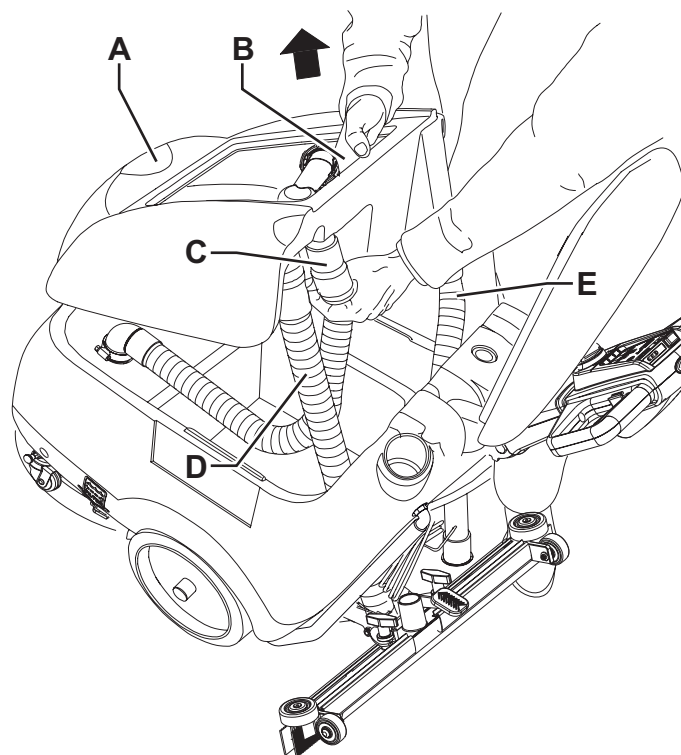

Figure 4
1. Vider le réservoir de l'eau de récupération (27), en procédant comme indiqué au paragraphe «Vidange des réservoirs».
3. Vérifier que la fiche du câble d'alimentation (21) est branchée au réseau électrique.
4. Déconnecter le tuyau d'aspiration (22) de l'embouchure (11).
5. Déconnecter le tuyau de vidange de l'eau de récupération (16) du support correspondant (17).
6. Ouvrir le couvercle (6).
7. Saisir le réservoir de l'eau de récupération (A, Fig. 4) dans la zone (B) et le soulever légèrement.
8. Déconnecter le tuyau d'aspiration (C) du réservoir, et puis déposer le réservoir (A) avec les tuyaux correspondants (D) et (E).